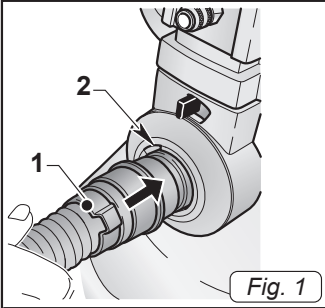

Fig. 1
- Вставить до ограничителя муфту (1 Рис. 1) всасывающего шланга в патрубок (2 Рис. 1), расположенный на баке.